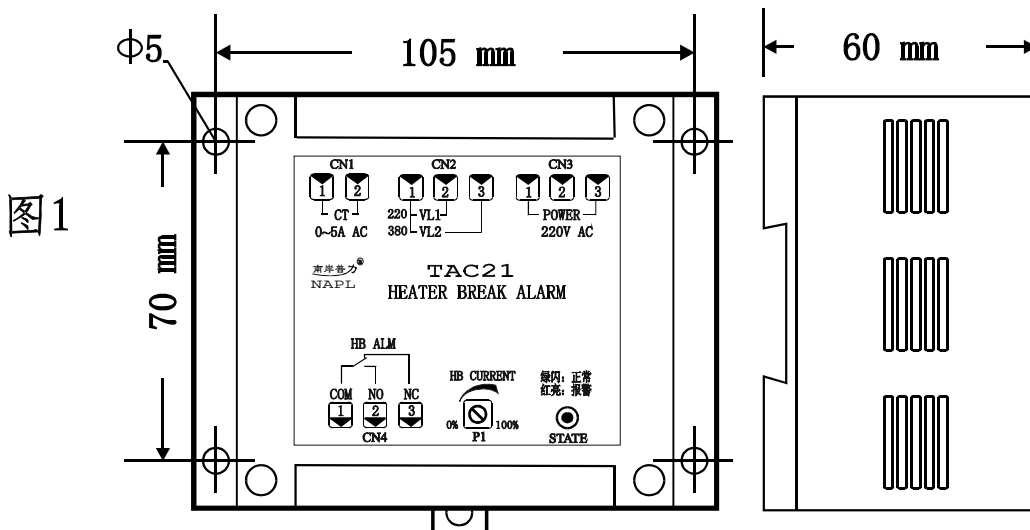

图1
1. 安装：DIN 导轨安装或螺钉紧固。安装尺寸和接线端子排列见图1。